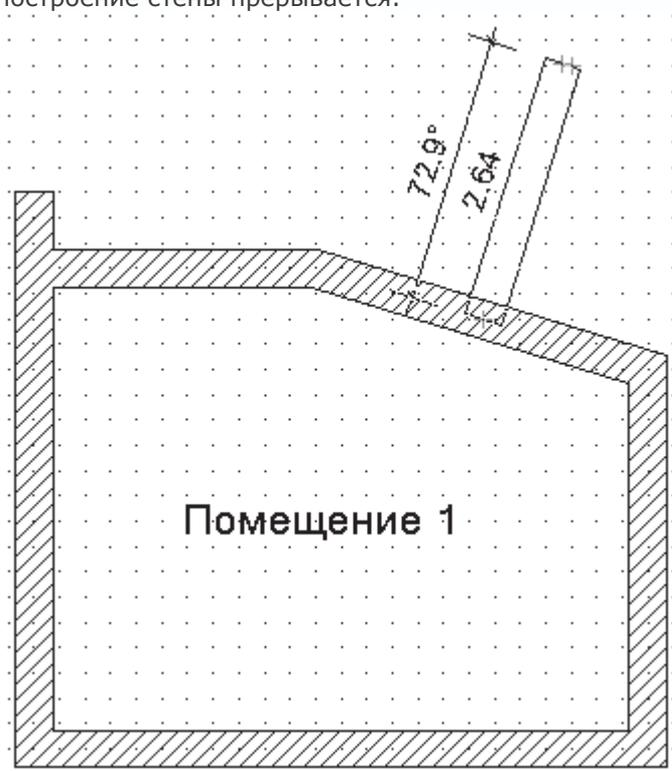

Рис. 1.24. Режим построения стены перпендикулярно к другой стене
– новая стена строится строго перпендикулярно (рис. 1.24) к указанному объекту на чертеже (а именно к другой стене или к вспомогательной линии). После фиксации стены (второго щелчка кнопкой мыши), как и в предыдущей команде, построение стены прерывается.